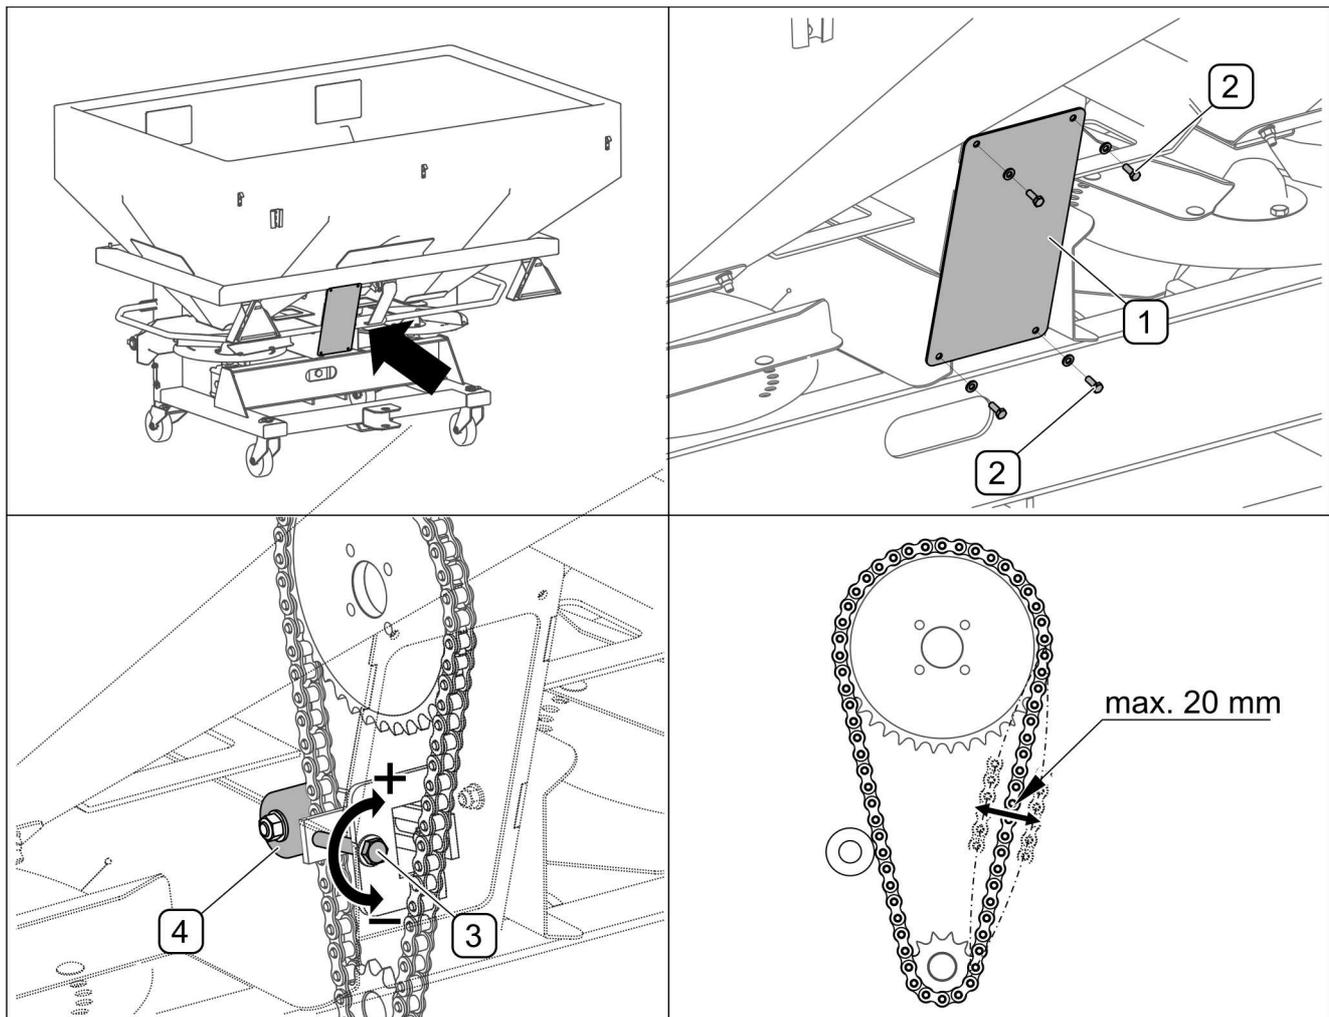

РИСУНОК 5.2 Регулирование цепной передачи
Для проверки натяжения и регулирования в случае необходимости (РИСУНОК 5.2) следует отвинтить 4 болта (2) и снять крышку (1). Правильно натянутая цепь должна провисать в середине длины до 20 мм. Чтобы отрегулировать натяжение цепи, необходимо, вращая болт (3), передвинуть ролик (4) натяжителя. Завинчивание болта (3) в направлении "+" по часовой стрелке вызывает увеличение натяжения цепи. После завершения проверки и регулирования необходимо смазать цепь (см. 5.5 СМАЗКА) и снова закрепить крышку (1).